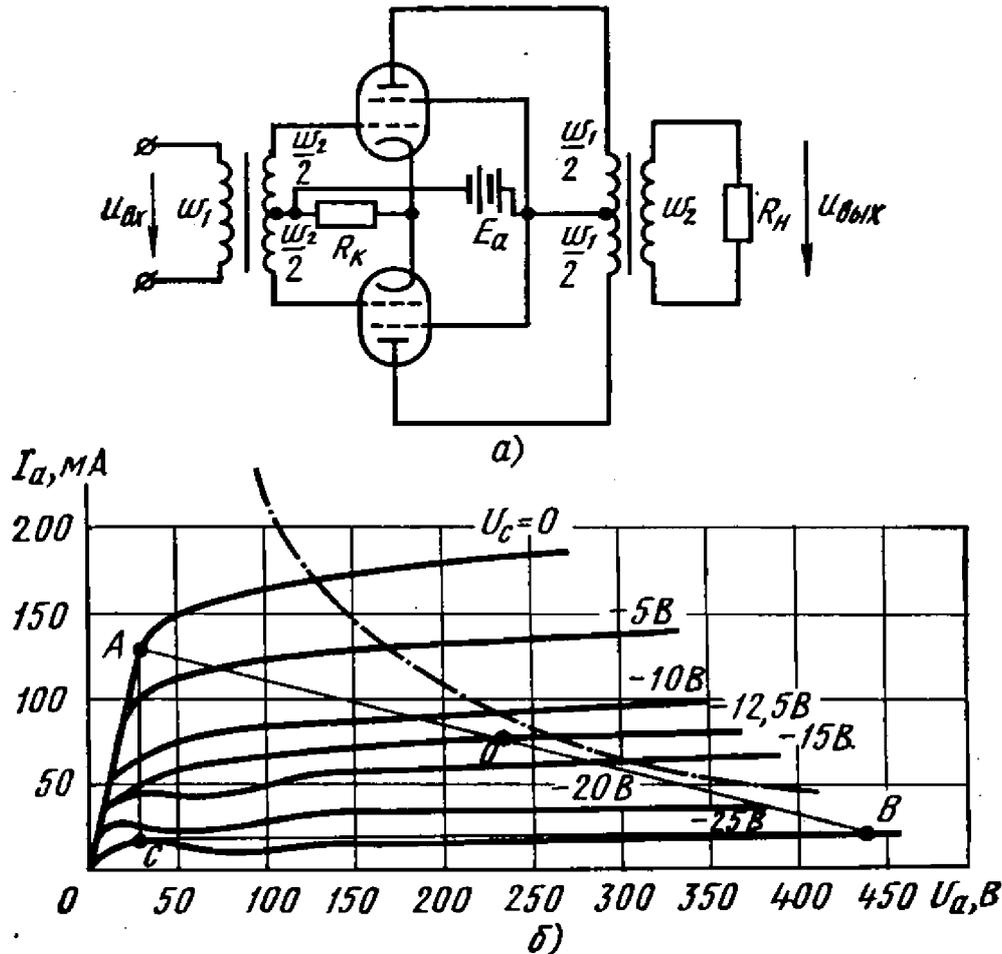

Рис. 13.30
13.30. Рассчитать двухтактный усилитель мощности (рис. 13.30, а), собранный на лучевых тетрадах 6ПЗС и работающий в режиме А. Анодные характеристики тетрода 6ПЗС приведены на рис. 13.30, б.